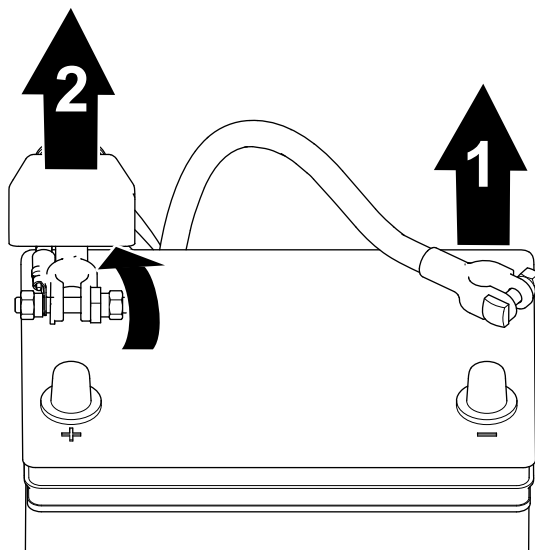

Figura 39
2. Retire o cabo negativo da bateria do polo (Figura 39).
3. Levante o isolamento e retire o cabo positivo da bateria do polo (Figura 39).